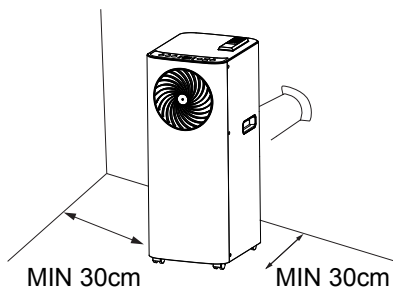

Fig. 5
Indien nodig kan uw apparaat ook semipermanent worden geïnstalleerd (fig. 5) Ga als volgt te werk:
- Stop het andere uiteinde van de slangmontage in de accessoire die u eerder op de muur hebt bevestigd zoals weergegeven in (fig. 5)